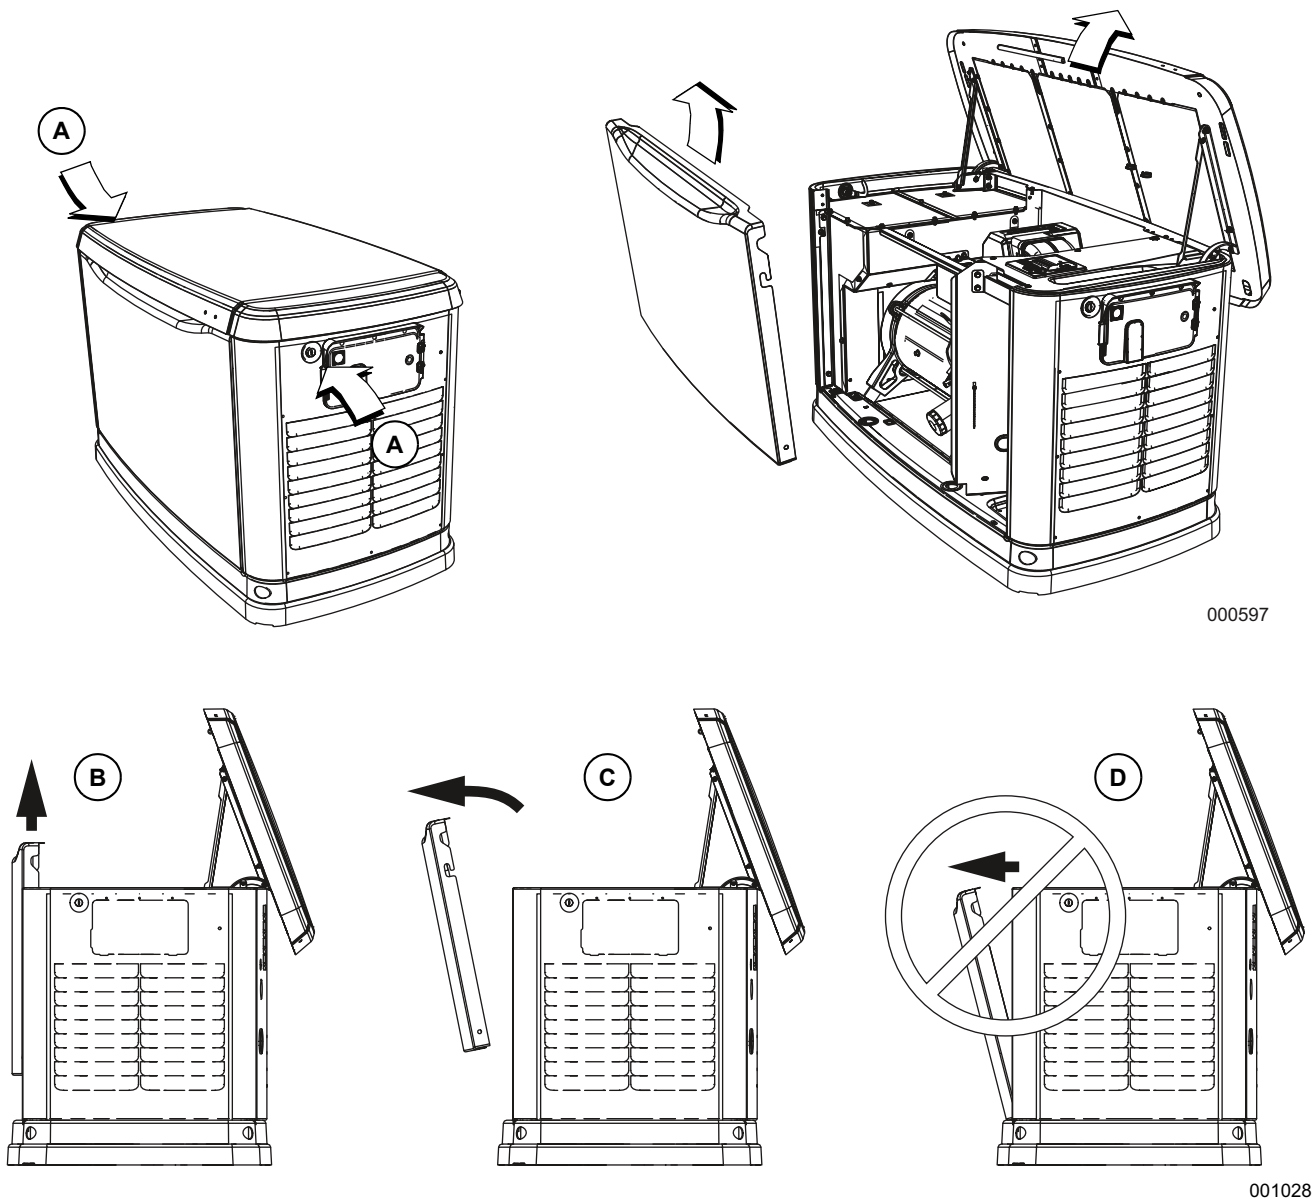

Figura 3-3. Ubicación de la cerradura lateral y retiro del panel delantero
3. Hay dos cerraduras que fijan la tapa, una a cada lado (A en **Figura 3-3**). Para abrir la tapa correctamente, presione hacia abajo en la tapa sobre el cierre lateral y desenganche el pestillo.
NOTA: Siempre levante el panel de acceso delantero hacia arriba antes de tirar alejándolo del gabinete (B y C en la **Figura 3-3**). No tire del panel alejándolo del gabinete antes de levantarlo (D en la **Figura 3-3**).